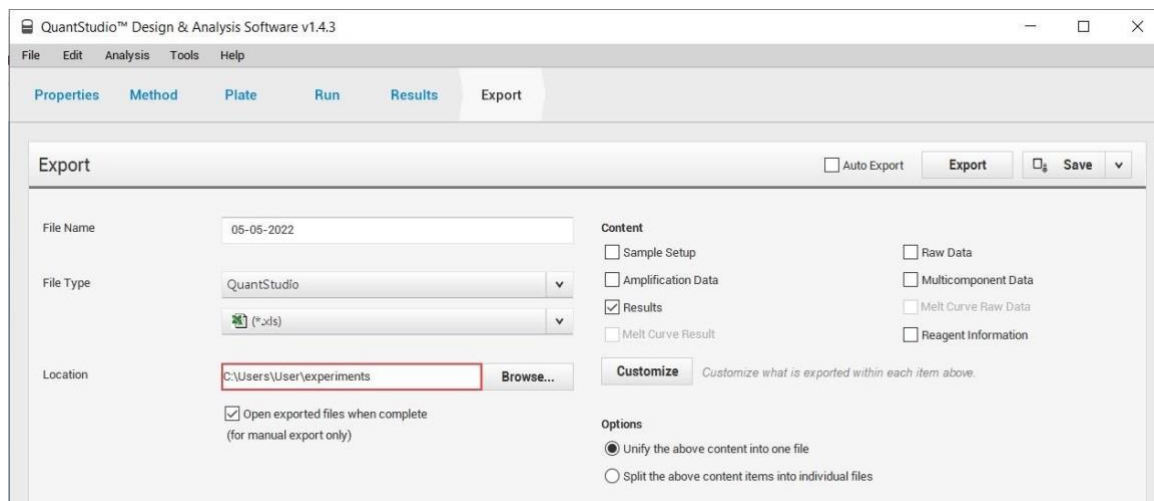

Рисунок 89
2. В открывшемся окне присвоить файлу данных название и выбрать папку для экспорта. В разделе «**Content**» оставить галочку только в графе **Results**. Нажать «**Customize**» (рисунок 89).